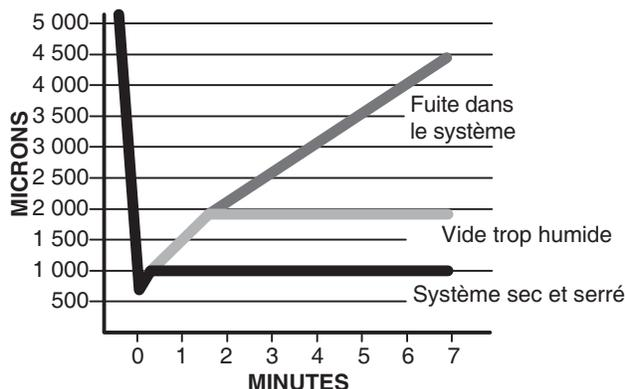

Fig. 29 – Courbe de vide
7. Procédez à l'évacuation en utilisant soit la méthode du vide poussé, soit la méthode d'évacuation triple (voir les figures 29 et 30).
La méthode de vide profond nécessite une pompe à vide capable de tirer une dépression de 500 microns et un manomètre à vide capable de mesurer avec précision ce vide. La méthode du vide poussé est la meilleure méthode pour vous assurer qu'un système est exempt d'air et d'eau à l'état liquide (consultez la figure 29).